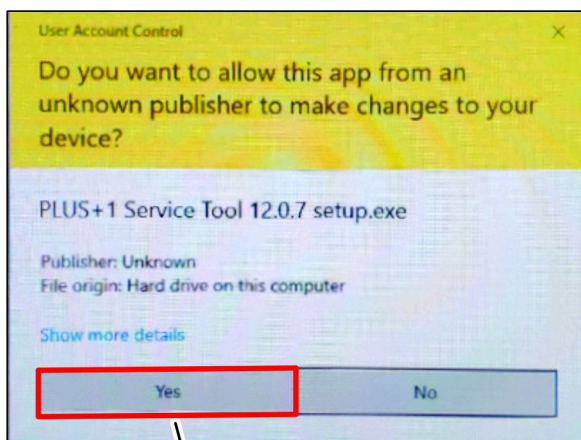

Bild 7
2. Wenn das Dialogfeld „User Account Control“ [Einstellung Benutzerkonto] angezeigt wird, klicken Sie auf die Schaltfläche JA (Bild 7).